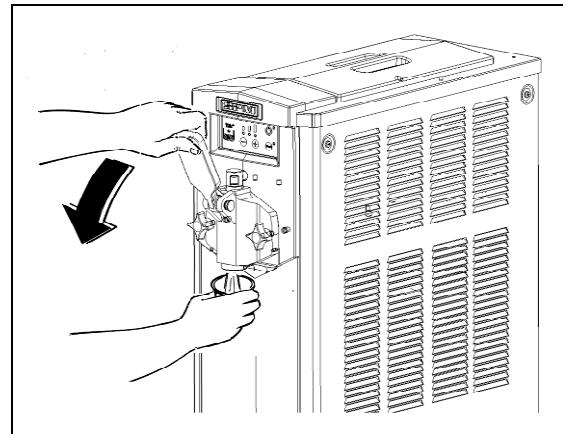

Fig. 1
Instale el equipo en una superficie horizontal y sólida obrando de tal forma que el bastidor del equipo esté bien aireado (al menos 20 cm de espacio libre, fig.1), instale el equipo en un ambiente seco y evite montarlo cerca de fuentes
- **L**lene la cubeta superior de agua tibia y vacíe la máquina (fig.1) a fin de hacer circular el fluido, eliminando así la mayor parte del producto residual.
- **A**ctuando delicadamente con la palanca de suministro del producto, abra el grifo solo lo suficiente para que salga la presión del cilindro de congelación (fig.1).